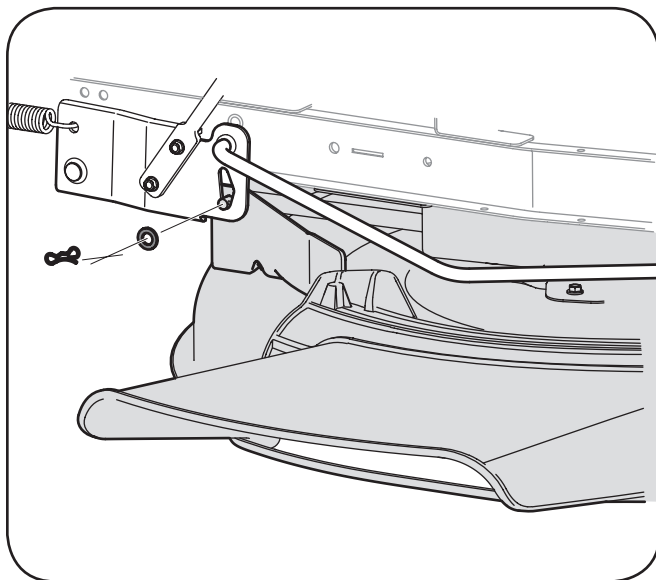

Figura 7-1
3. Extraiga el pasador de chaveta con unión curva y la arandela plana del conjunto de elevación de la plataforma y guárdelo para volver a colocarlo posteriormente. Vea la Figura 7-1.